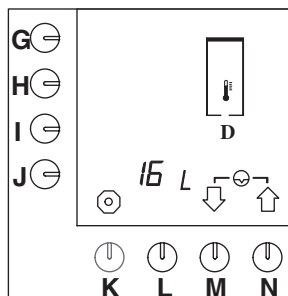

Fig. 17 Dagteller heetwatersysteem
- Fig.17 verschijnt in het display.